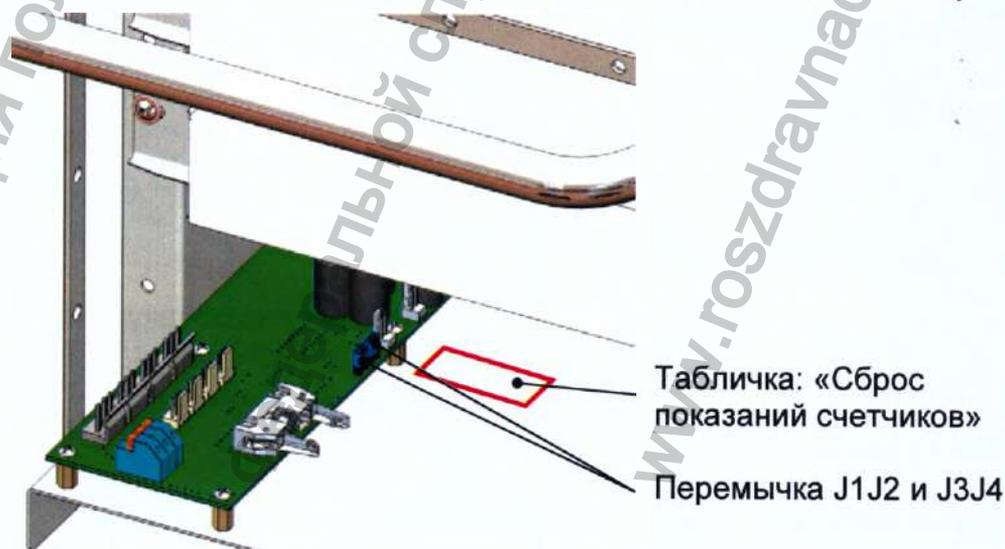

Рис. 29. Плата управления.
- Снять две перемычки J1J2 и J3J4, расположенные на плате управления рис.29.
- Установить перемычки J1J2 и J3J4 на место (рис. 29).